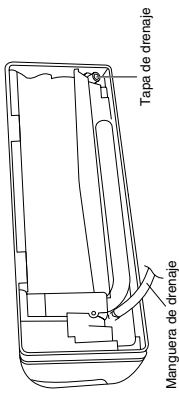

Fig. 3-35
- (a) Cambie la manguera y la tapa de drenaje. (Fig. 3-35)
- (b) Extraiga los tornillos fijando la manguera de drenaje en el lado derecho y tire de la manguera de drenaje para extraerla. (Fig. 3-35)